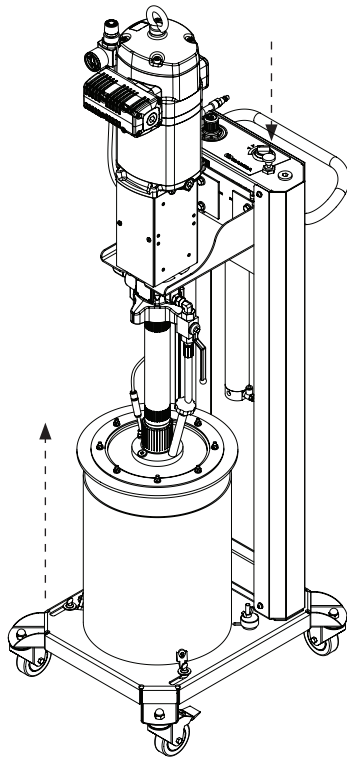

Fig. 11
- Appuyez sur la soupape de décompression afin que l'air puisse entrer sous le plateau suiveur pour lui permettre de monter (Fig. 11).